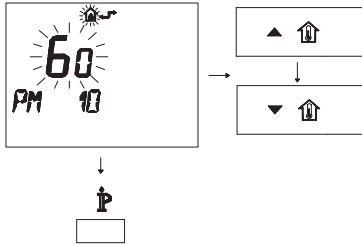

Fig. 5.70
- Per modificare il SET programmato agire sui pulsanti ▲ ⏬ o ▼ ⏬ e aspettare che il numero programmato cominci a lampeggiare (Fig. 5.70).